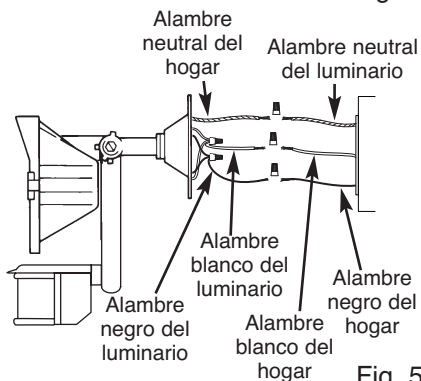

Fig. 5
2. Posicione el gasket incluido en la cubierta y conecte el alambre negro del luminario con el alambre negro de la casa y el blanco con el blanco de la casa usando las tuercas de alambre proveído. Conecte el alambre neutral de la casa con el neutral del luminario, usando la tuerca de alambre proveído. Si la casa no tiene alambre neutral disponible, conecte el alambre neutral del luminario a la caja de conexión si es de metal. Una fuente neutral alternativa se debe utilizar en caso que la caja de conexión no es de metal y la casa no tiene alambre neutral (Fig. 5).
3. Sujete el portalámparas a la caja de empalmes con los dos tornillos adjuntos. Ya sean (2) tornillos #6 o (2) #8 funcionarán con la mayoría de cajas de conexiones estándar.